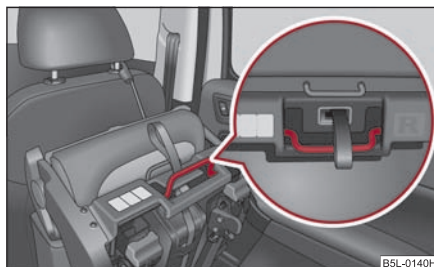

Fig. 88 Asa en la banqueta
- Retirar el asiento mediante la asa en la banqueta ⇒ fig. 88.